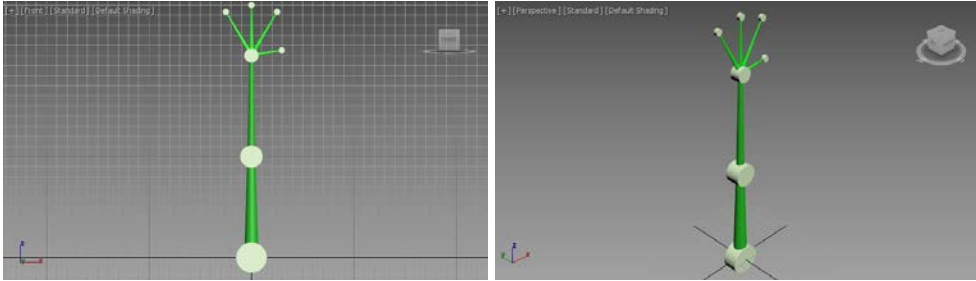

Fig. 5.1. Crearea lanțului cinematic
1. Crearea unui lanț cinematic (a unui schelet); înainte de a aplica cinematica directă sau cinematica inversă, este necesară crearea unui lanț cinematic (schelet) sau a unei structuri de oase pentru personajul sau obiectul dorit; acest exemplu propune realizarea lanțului cinematic din obiecte standard (cilindri pentru articulații și conuri pentru brațe), fig. 5.1.